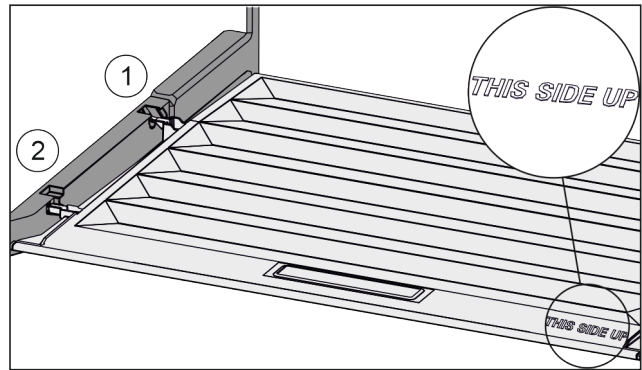

Fig. 143
- ▶ Вставити поперечні ребра через отвір заднього тримача Fig. 143 (1) і зафіксувати спереду у тримачі Fig. 143 (2).